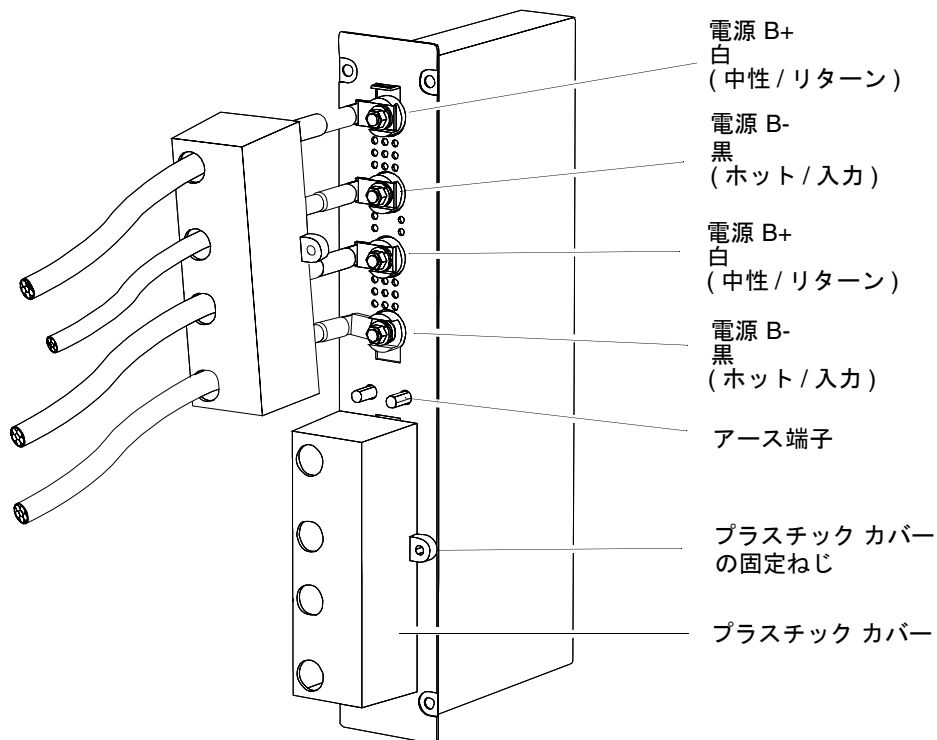

図 1-21 電源 B のプラスチックカバーを取り外し、コネクタが露出された状態の DC 電源差し込み口
2. DC 電源差し込み口のプラスチックのカバーを取り外します (図 1-21)。
- e. 1 組の供給線に対するアース用ストラップをアース端子に接続します (図 1-21)。